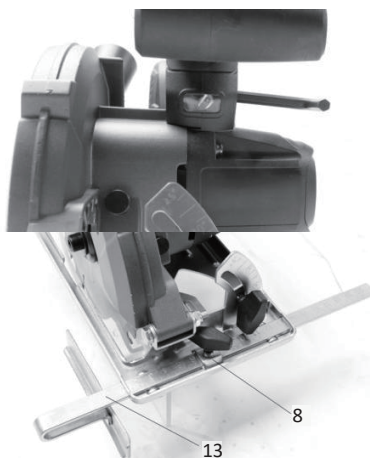

Fig. 4
- a) Afloje el tornillo de bloqueo del ángulo de corte (11).
- c) Apriete el tornillo de bloqueo del ángulo de corte (11).
5.4 Montaje del rail guía (Fig. 4)
- a) Afloje el tornillo de bloqueo del raíl guía (12).
- b) Introduzca el raíl guía (13) en su soporte (8). Asegúrese de que las marcas queden hacia arriba.
- c) Desplace el raíl guía hasta la posición deseada y apriete el tornillo de bloqueo del raíl guía (12). Asegúrese de seleccionar primero el ángulo de corte antes de posicionar el raíl guía.